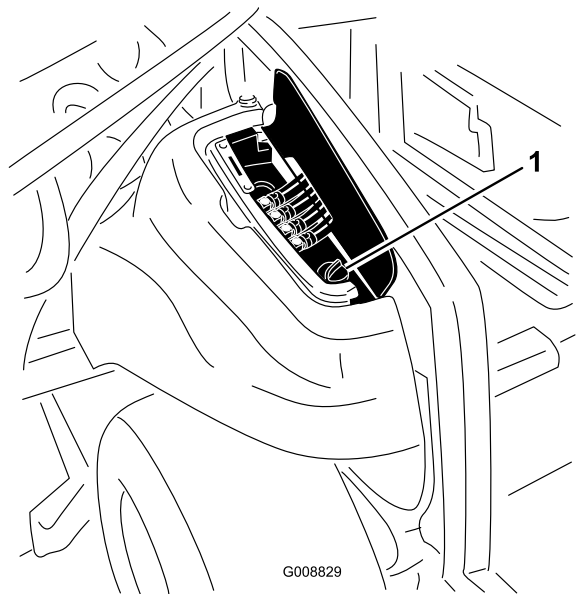

Bild 87
2. Heben Sie rechts an der Maschine die Abdeckung an, um den Hydraulikbehälterdeckel frei zu legen (Bild 87).
3. Reinigen Sie den Bereich um den Füllstutzen und den Deckel des Hydraulikölbehälters (Bild 87).